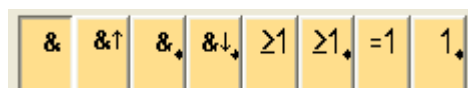

Figura 19. Funciones Básicas.
11. Ahora se procederá a colocar las dos compuertas **OR** y las dos **AND**, para ello de clic en el icono de las funciones básicas **GF** (F7) del *Editor de diagramas* (Figura 7). Aparecerán las opciones mostradas en la Figura 19, estas funciones básicas representan en ese orden a AND, AND con detección de flanco, NAND, NAND con detección de flanco, OR, NOR, EXOR y NOT.